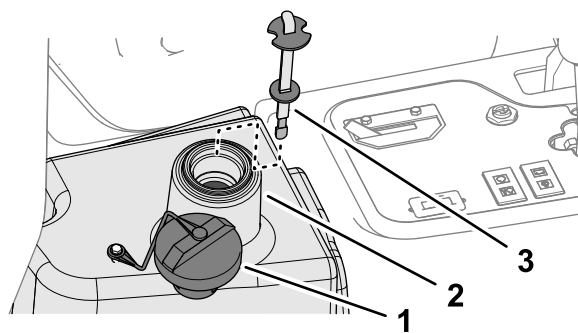

Figura 95
4. Encha o reservatório (Figura 95) com aproximadamente 22,7 litros de fluido hidráulico; consulte a Especificações do fluido hidráulico \(página 64\).